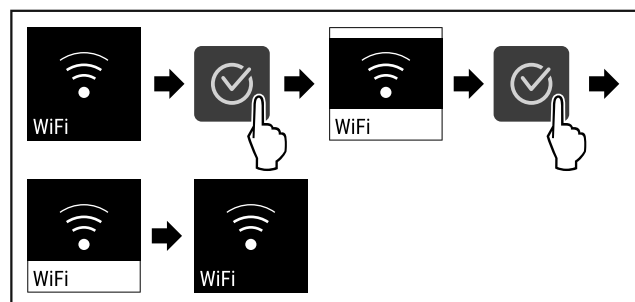

Fig. 80
- ▶ Handlungsschritte (siehe Fig. 80) durchführen.